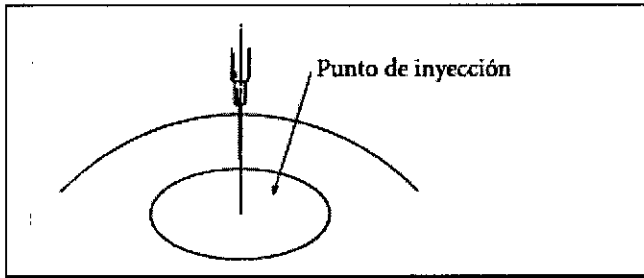

FIGURA 10
a) Introduzca una aguja hipodérmica estéril de calibre 21 (o inferior) estándar con un bisel de 12° en el punto de inyección. Idealmente, la aguja debe penetrar perpendicularmente en la parte superior del punto de inyección, como se muestra en la figura 10. NO penetre el punto de inyección con la aguja inclinada.